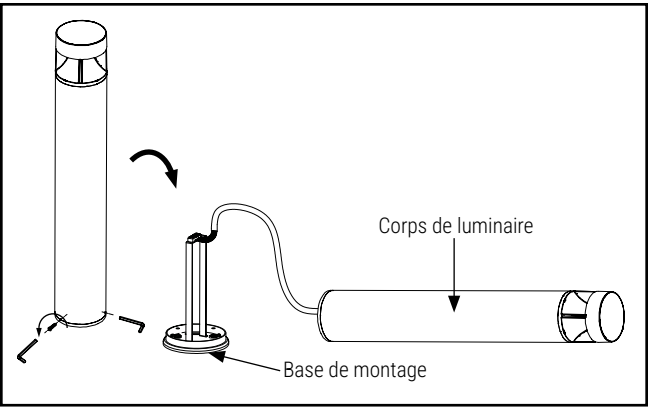

Figure 6.
- 6. À l'aide de la clé hexagonale, desserrez les 3 vis latérales de la base et séparez le corps du luminaire de la base de montage. Fig. 6.